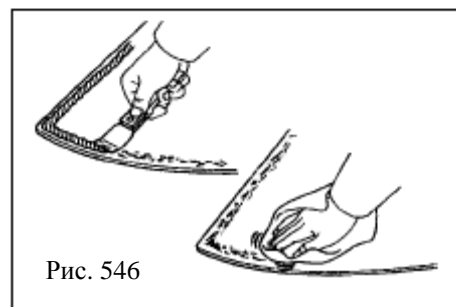

Рис. 546
5. Очистите ветровое стекло (рис. 546)